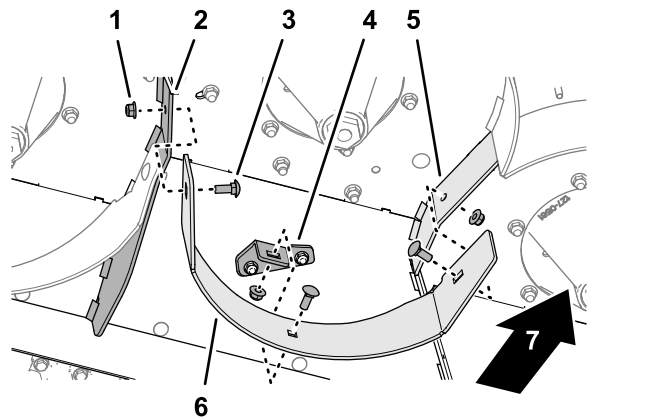

Figura 23
3. Alinee los taladros del deflector central con el taladro del divisor derecho, el taladro del otro soporte del deflector central/derecho, y el divisor izquierdo, como se muestra en la Figura 23.
4. Monte el deflector central en los divisores derecho e izquierdo (Figura 23) con 3 pernos de cuello cuadrado ($\frac{3}{8}$ " x 1") y 3 contratuercas con arandela prensada ($\frac{3}{8}$ ").